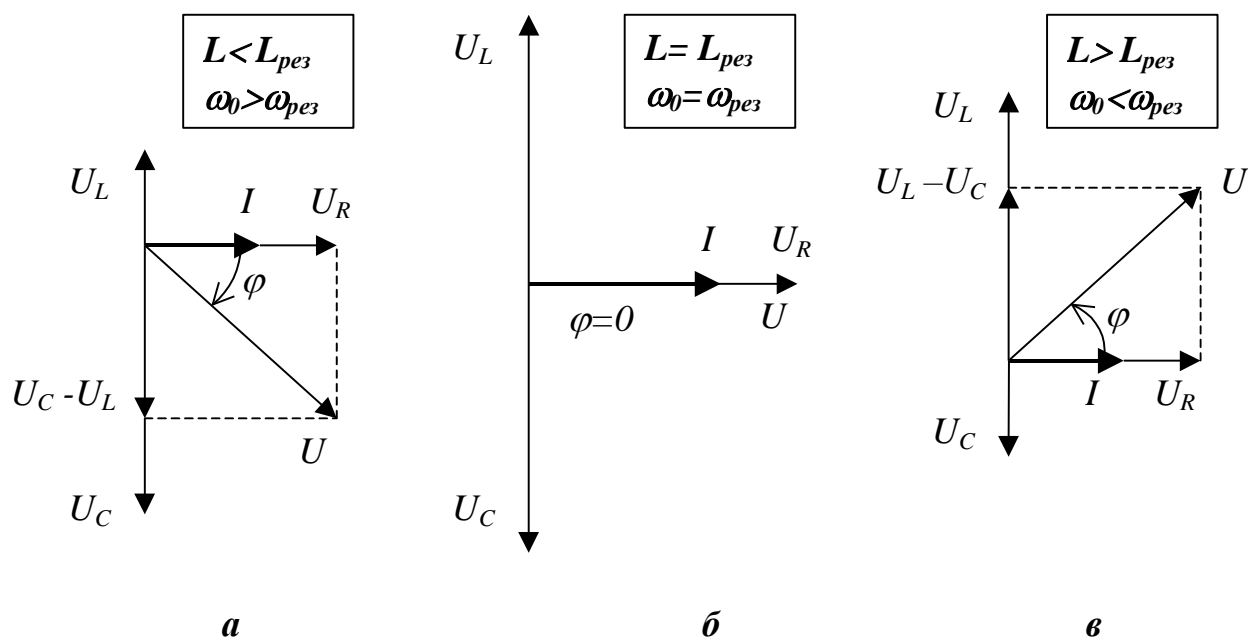

Рис.2
Проиллюстрируем описываемые явления с помощью векторных диаграмм, представленных на рис.2 (о диаграммах см. лабораторную работу № 324).
Если индуктивность цепи *меньше* того значения, при котором наступает резонанс, сопротивление цепи носит ёмкостной характер ( $1/\omega C > \omega L$ ) и полное напряжение согласно формуле (5) отстает от тока –  $\varphi < 0$  (рис.2,а).
Если индуктивность *превышает* соответствующее резонансу значение, нагрузка приобретает индуктивный характер, т.е.  $\omega L > 1/\omega C$ , входное напряжение опережает ток в цепи. Из формулы (5) следует, что тангенс угла сдвига фаз положителен. Векторная диаграмма для данной ситуации представлена на рис. 2,в.
На рис. 2,б изображена диаграмма для резонансных условий, на которой отражены характерные черты, указанные выше (п.1-5 на стр. 126).